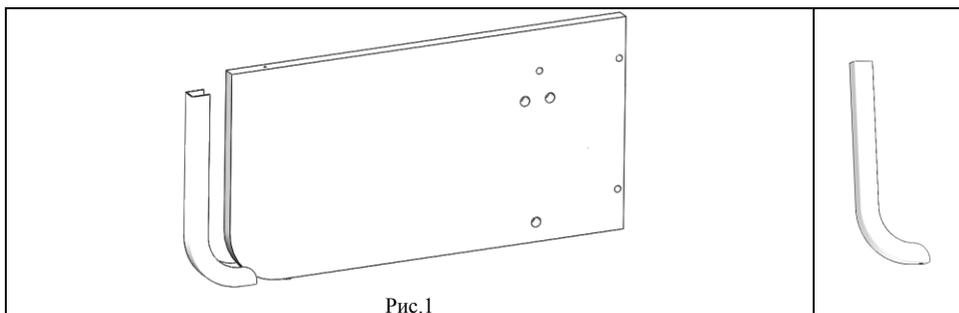

Рис.1
5.1.1.1. К стенке боковой (поз.1) установить СУТ.41.142. Накладку боковины (поз.1, пакет № 144) и закрепить снизу при помощи самореза с прессшайбой 4,2x16 остр, (поз. 2 пакет № 162), см. рис. 1 и 1а.
Рис.1а